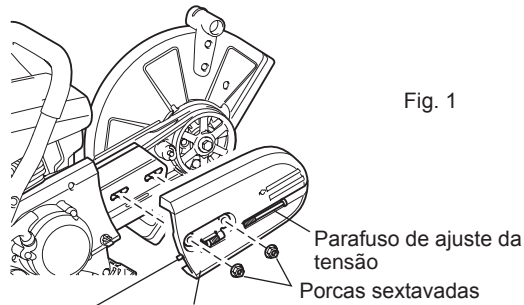

Fig. 1
- (1) Desaperte a porca de aperto e rode o parafuso de ajuste da tensão para a esquerda até a extremidade do parafuso ser visível. (Fig. 1)
- (2) Retire as porcas de aperto e retire a tampa da correia. (Fig. 1)